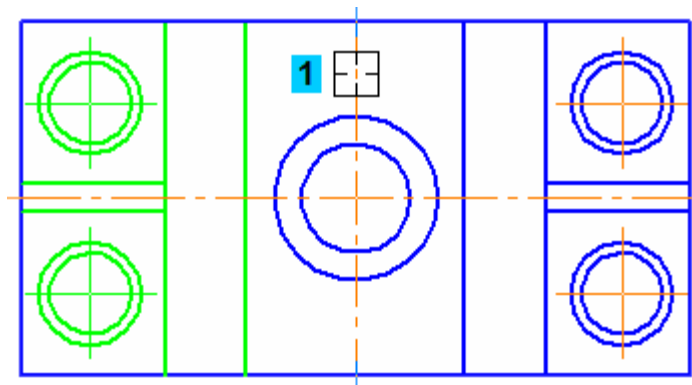

Рисунок 47.
- Укажите вертикальную осевую линию — в правой части детали будет построено симметричное изображение (рис. 47).